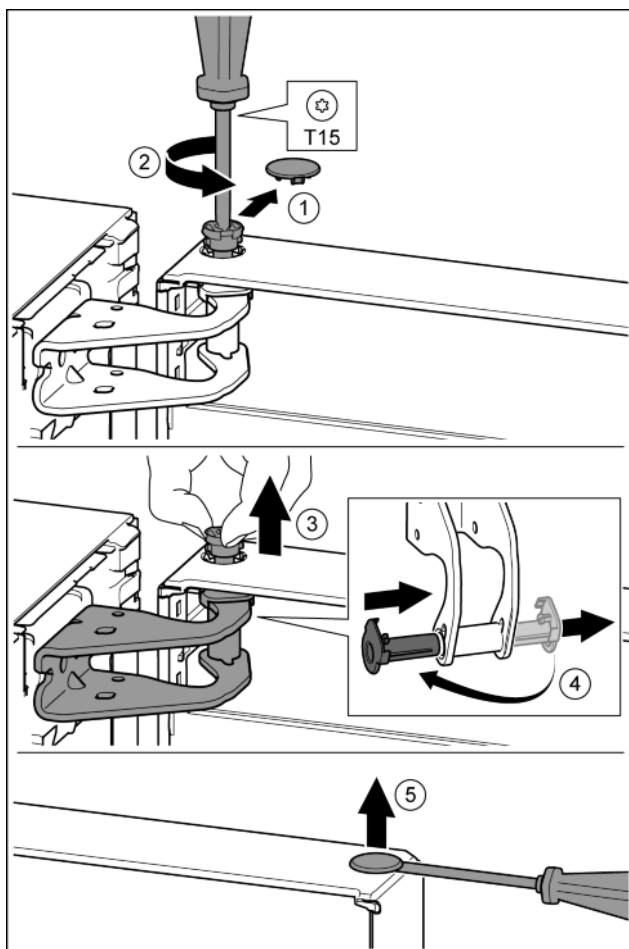

Fig. 12
- ▶ Обережно зніміть запобіжну кришку. Fig. 12 (1)
- ▶ Трохи викрутіть гвинт за допомогою викрутки T15. Fig. 12 (2)
- ▶ Притримуйте дверцята і витягніть палець руками. Fig. 12 (3)
- ▶ Витягніть із напрямної опорну втулку. Встановіть і зафіксуйте з іншого боку. Fig. 12 (4)
- ▶ За допомогою шліцевої викрутки обережно підійміть пробку із опорного втулка дверцят та витягніть її. Fig. 12 (5)